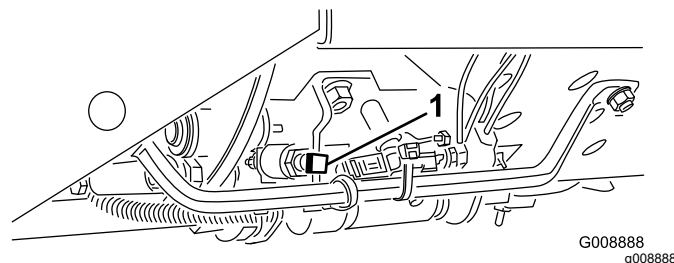

Рисунок 22
**Внимание:** Скорость скашивания устанавливается на заводе-изготовителе и составляет 9,7 км/ч. Ее можно увеличить или уменьшить, отрегулировав стопорный винт скорости (Рисунок 22).